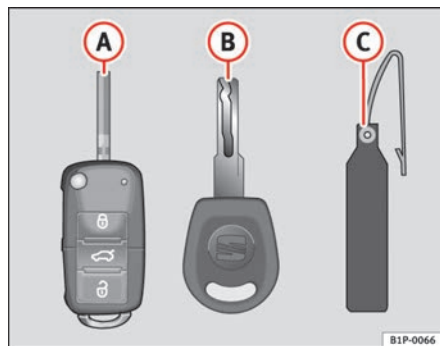

Fig. 42 Set di chiavi
- una chiave con telecomando ⇒ fig. 42 **A**,
Il codice della chiave indicato sulla targhetta ⇒ fig. 42 **B** è indispensabile per poter fare eventuali duplicati delle chiavi. Per questo motivo: